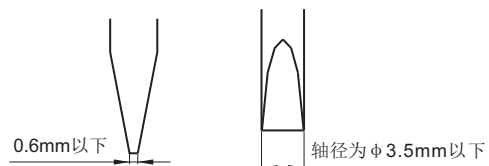

图2
- 接线时，请使用如图2所示的螺丝刀：
- 一字型螺丝刀：见图2